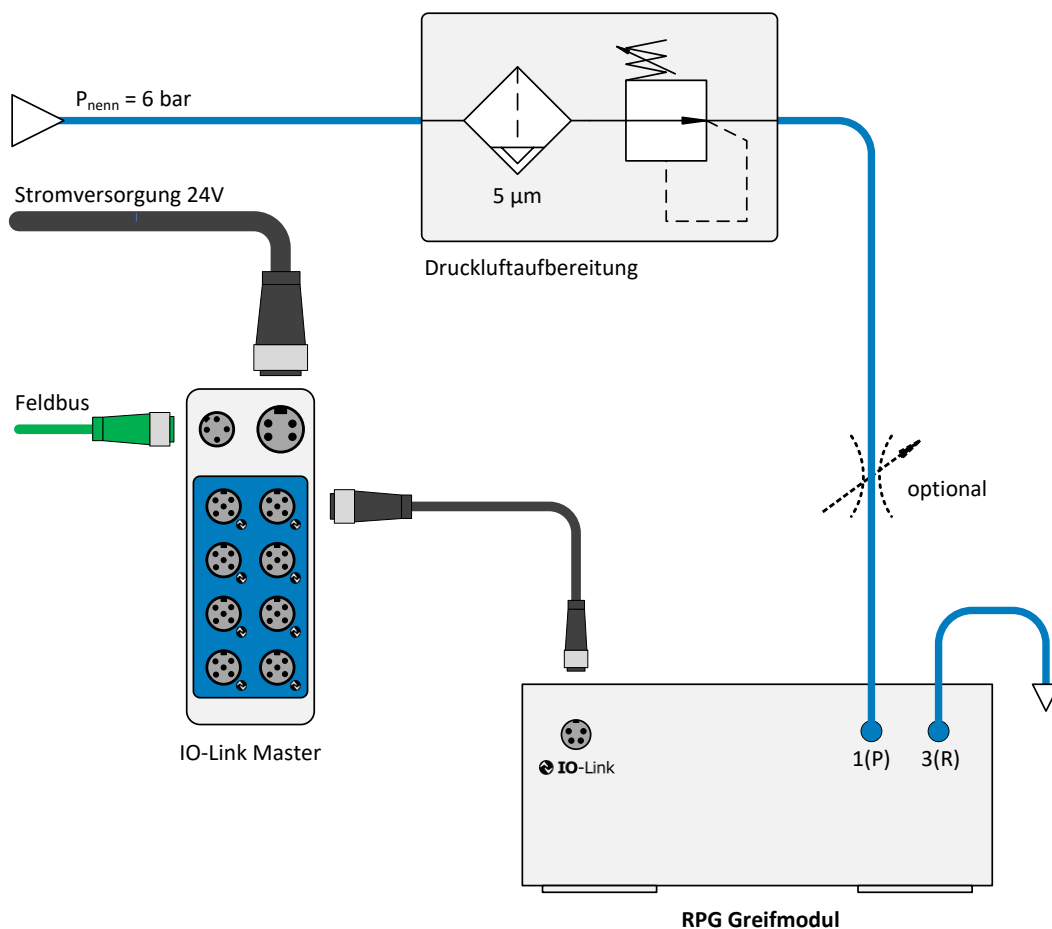

Abbildung 10: Anschluss des Greifmoduls
Das Greifmodul verfügt über eine IO-Link Steckverbindung zur Steuerung sowie über je einen Anschluss für Betriebsdruck 1 (P) und für Abluft 3 (R). Die Anschlüsse sind im Lieferzustand mit Abdeckkappen gegen Verschmutzung geschützt, die vor Montage entfernt werden müssen. Abbildung 10 zeigt die elektrische und pneumatische Kontaktierung des Greifmoduls. In der Darstellung wird ein handelsüblicher Feldkoppler zur Umsetzung zwischen Feldbus (z.B. Profinet) und IO-Link verwendet. Wenn Sie Unterstützung bei der Auswahl der IO-Link Komponenten benötigen, dann kontaktieren Sie unseren technischen Support.